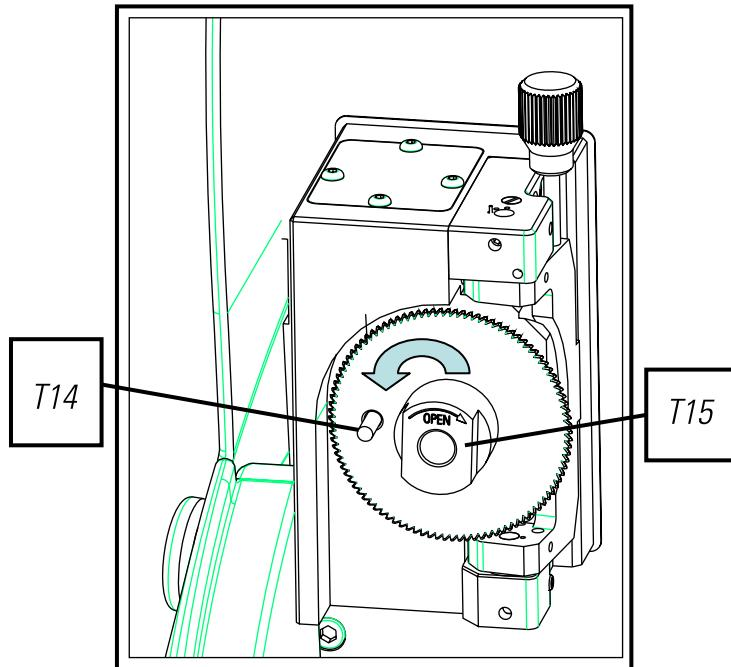

FIG. 31
- 3) Die Sperrstange (T14), die sich im Zubehörkasten befindet, einführen. (Abb. 31)